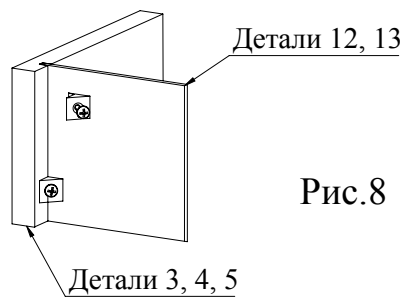

Рис.8
8. Установите соединители задней стенки (Рис. 8).